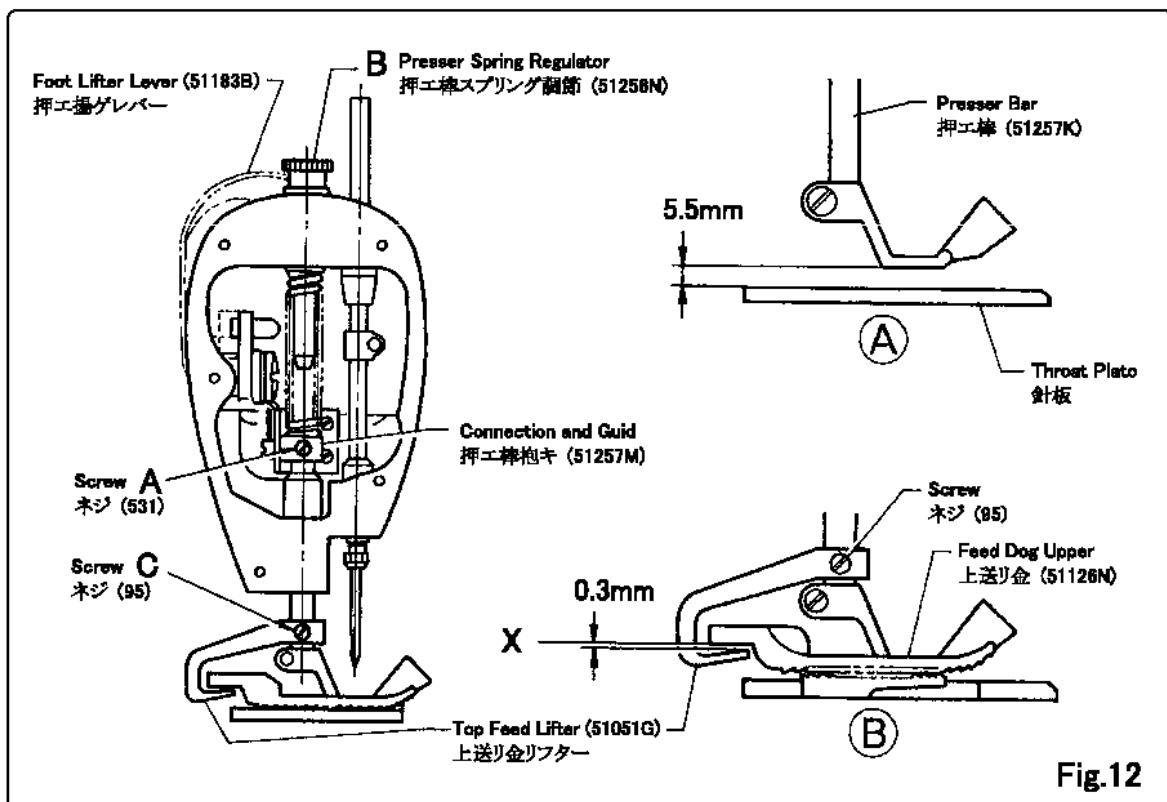

Fig.12
4-6 Presser Foot Adjustment (Fig.12)
a) Presser Bar Height (Fig.12)Ⓐ
c) Mounting Top Feed Lifter (Fig.12)Ⓑ
4-6 押工金の調整 (Fig.12)
a) 高さ調整 (Fig.12)Ⓐ
- 押エ揚グを押し、押工金を上げたとき、針板と押工金の間隔は 5.5mm です。(Fig.12)Ⓐ
c) 上送り金リフターの調整 (Fig.12)Ⓑ
上送り金が最も下がったとき、リフターの先端と上送り金の間隔は 0.3mm です。(Fig.12)Ⓑ